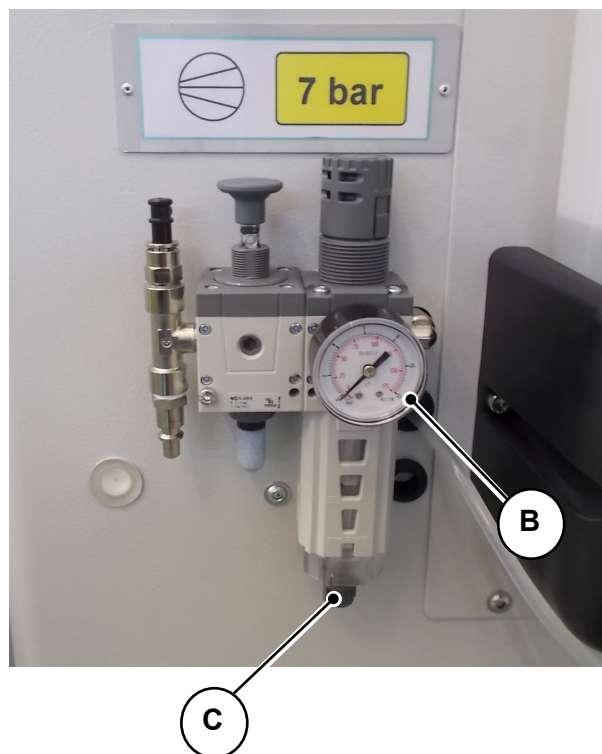

Fig. 09-02
- Controllare sull'apposito manometro "B" (**Fig. 09-02**) il livello della pressione di ingresso dell'aria.
Senza scollegare il tubo di alimentazione dell'aria, premere il pomello "C" (**Fig. 09-02**) verificando che la ghiera relativa sia aperta. Lo scarico della condensa avviene comunque automaticamente (sempre con la ghiera aperta) ogni volta che si stacca il tubo di alimentazione dell'aria.